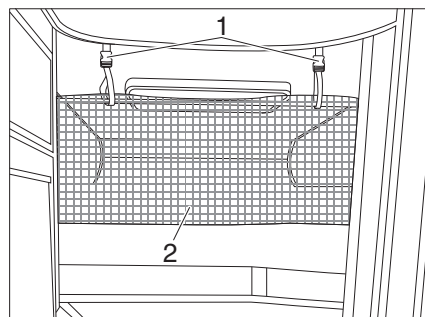

Bild 54 Sicherungsnetz
Das Sicherungsnetz (Bild 54, 2) ist serienmäßig zwischen Matratze und Lattenrost verstaut. Das Sicherungsnetz erst aufspannen, wenn sich die Person bereits im Bett befindet.
- Die Haltebänder (Bild 54, 1) in die Halterungen an der Decke einrasten.